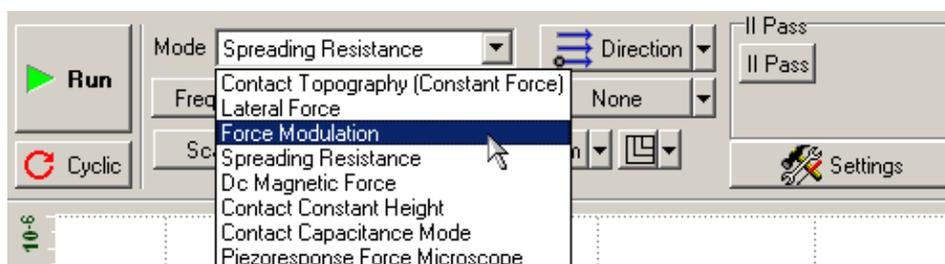

Рис. 6-40. Выбор Метода Модуляции Силы на панели управления вкладки **Scan**
2. Выберите метод **Force Modulation** в меню **Mode** на панели управления вкладки **Scan** (Рис. 6-40).